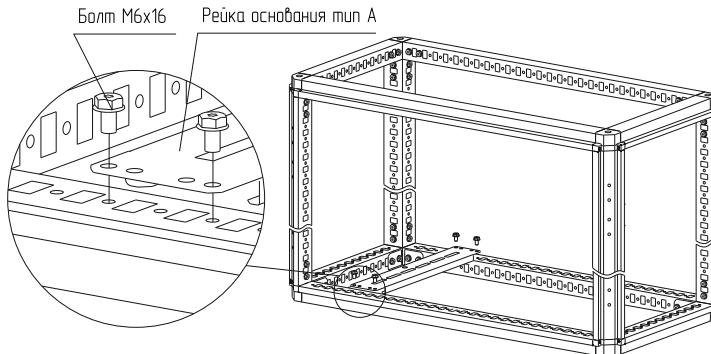

Рисунок 31
4.17.2 Установите рейку на несущие профили основания или крыши на нужной ширине или глубине и закрепите болтами M6x16 (рисунок 31). Момент затяжки – 7 Н·м. Болты приобретаются отдельно.